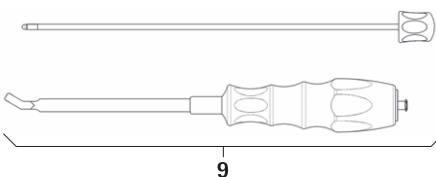

Rys. 4
- Zdemontować dystraktor 8 z nakładkami dystrykcyjnymi, patrz Rys. 4: Naciśnąć zasuwę B i wyjąć nakładkę dystrykcyjną FW239R.